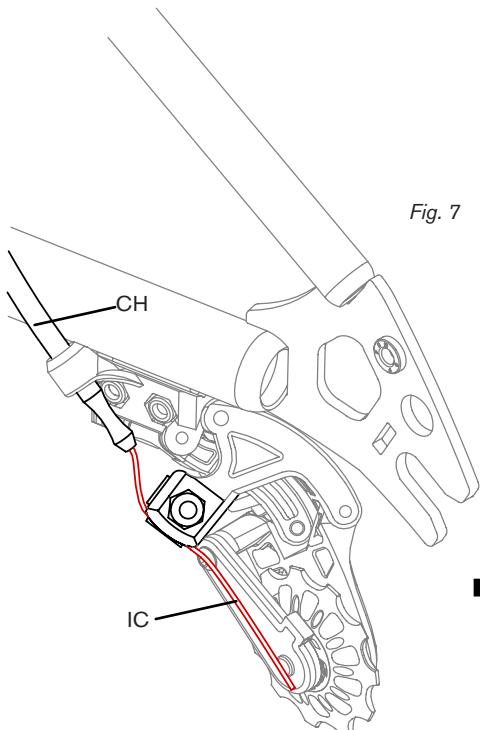
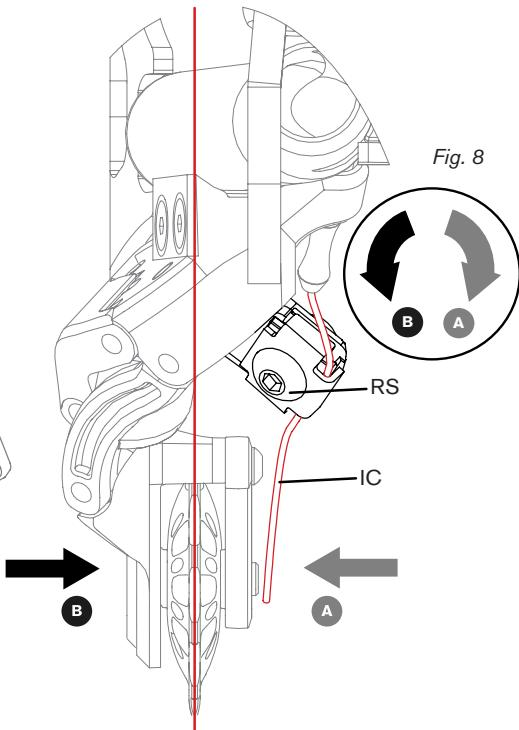
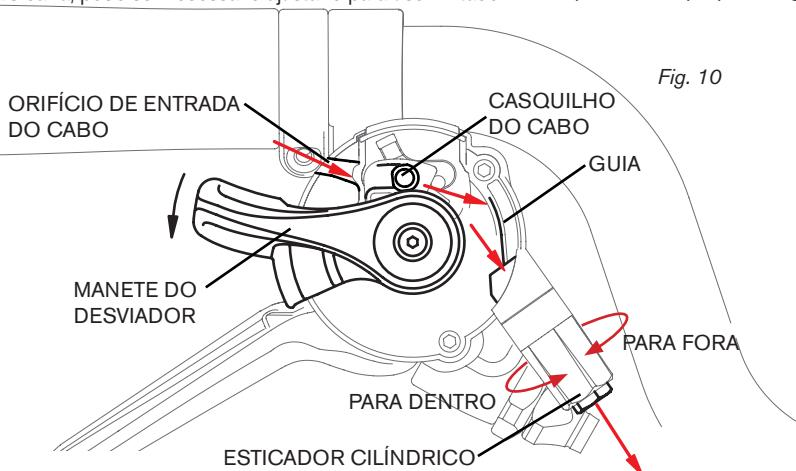

Fig. 7
Fig. 8
Fig. 10
Para aumentar a tensão perdida devido ao alongamento do cabo, coloque a bicicleta num suporte. Desaperte o esticador cilíndrico (fig. 10) um quarto de volta de cada vez, sempre que pedala a bicicleta e enquanto escuta a redução do ruído. Também pode ser executada uma verificação visual para garantir que a roda jockey no sistema desviador fica alinhada com a roda dentada selecionada na cassette. Se a bicicleta não atingir a roda dentada maior, significa que foi aplicada demasiada tensão, pelo que deve apertar o esticador cilíndrico para dentro para resolver este problema (fig. 10). Se isto não resolver o problema original, mude para a roda dentada mais pequena na cassette, depois solte o parafuso que mantém o cabo na devida posição no interior do sistema desviador (fig. 7, 8). Utilize um alicate pequeno para puxar a extremidade interna do cabo IC para aumentar a tensão do cabo e depois aperte o parafuso RS (fig. 8).
LS-1 é utilizado para criar o alinhamento na roda dentada maior da cassete. LS-2 para a mais pequena (fig. 8).
- Aperte o parafuso que mantém o cabo na devida posição no interior do sistema desviador (fig. 8).
- Use o esticador cilíndrico no desviador para afinar a tensão do cabo, conforme for necessário (fig. 10).
- Ao desapertar o esticador, aplica mais tensão no cabo e melhora a engrenagem para uma mudança inferior (fig. 10).
- A roda jockey no sistema desviador deve estar alinhada com a roda dentada seleccionada na cassette (fig. 10).